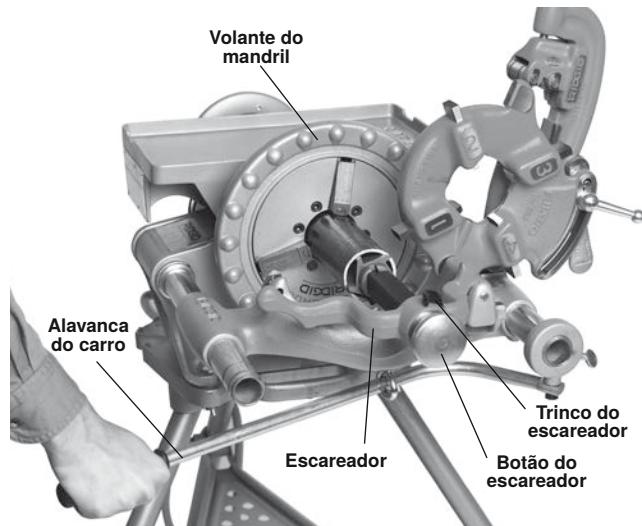

Figura 22 – Escareamento com o escareador n.º 341
2. Estenda o escareador pressionando o trinco e empurrando o botão na direção do tubo até o trinco engatar na extremidade da barra (*Figura 22*).